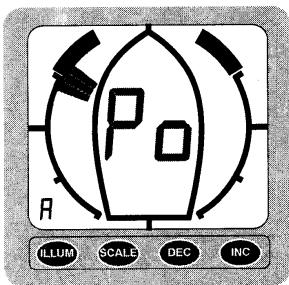

Figure 6 : mode configuration
- c) Naviguez maintenant tribord amure, aussi près du vent que possible. L'aérien pointe alors vers tribord , mais pas l'écran (fig.6)